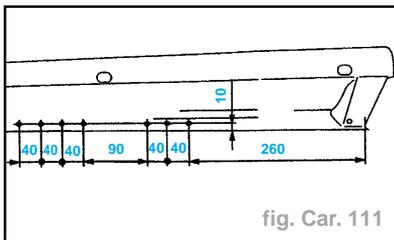

fig. Car. 111
- Tracer puis percer à Ø **6,5 mm** pour soudage ultérieur par points bouchons (fig. Car. 111).